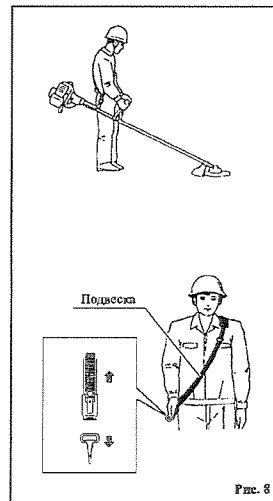

Рис. 8
5. Установка подвески (Рис. 8)